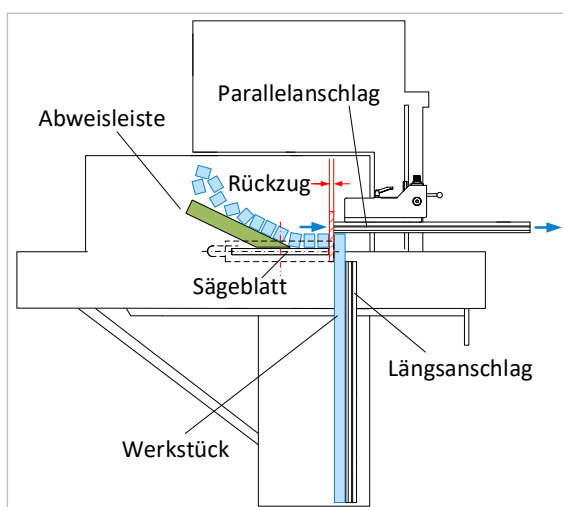

Abbildung 5: Abweisleiste auf Tisch fixieren
- ➔ Hierzu den Parallelanschlag so nach hinten in Richtung Bedienerseite verstellen und fixieren, dass zwischen dem Anschlag und der Sägeblattvorderkante genügend Freiraum für den Rückzug (⇒ Abbildung 5) entsteht.
- ➔ Fixieren Sie zusätzlich eine Abweisleiste (⇒ Abbildung 5) auf dem Maschinentisch, damit bereits abgesägte Kleinteile nicht von den aufsteigenden Zähnen erfasst und nach oben geschleudert werden können.